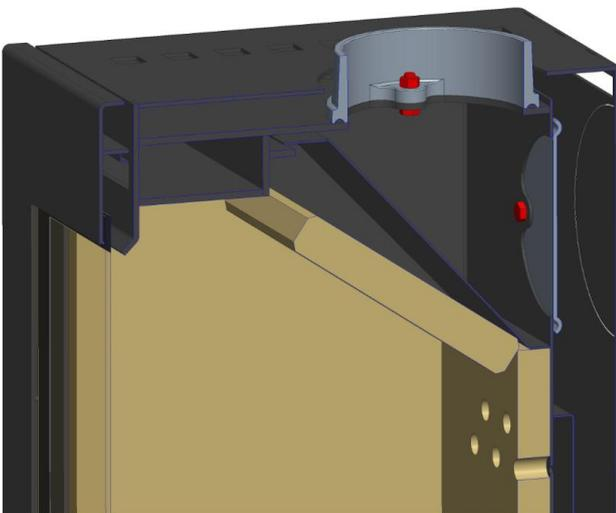

Abb. 5: Ansicht Verschraubung Rauchrohrstutzen und horizontaler Blinddeckel
1. Den Rauchrohrstutzen an der Geräteoberseite durch Lösen der 2 Schrauben, mit Muttern gekontert (Abb. 5) entfernen. Blinddeckel auf der Gehäuserückseite durch Lösen der 2 Schrauben, mit Muttern gekontert (Abb. 6) entfernen.